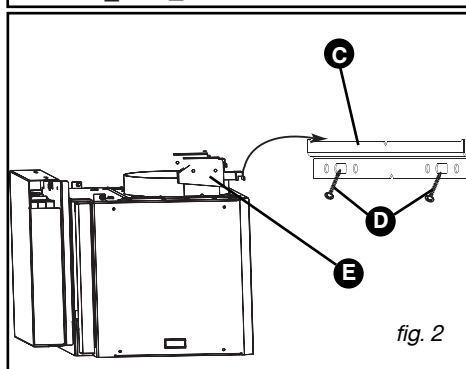

fig. 2
– Réglez la hauteur et le niveau en manoeuvrant les vis de réglage (E /fig. 2) des supports (la vis du haut pour l'horizontalité, la vis du bas pour le placage au mur).